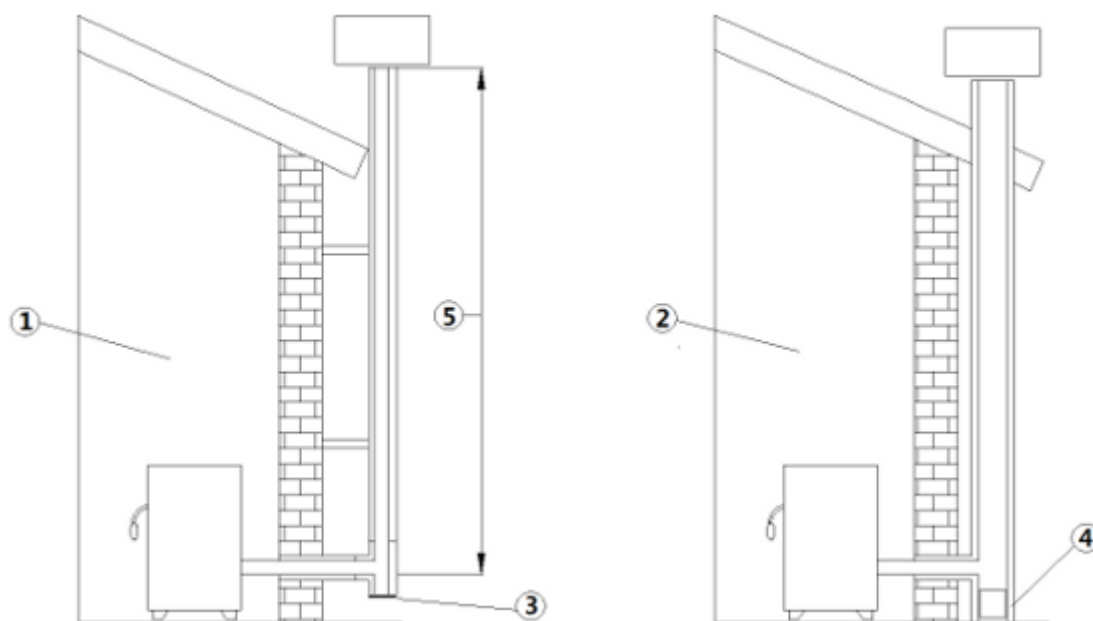

Fig. 1 - Rookkanalen
LEGENDA Fig. 1 op pag. 7
- Het rookkanaal moet enkelvoudig zijn (zie **Fig. 1 op pag. 7** met geïsoleerde inox-buizen (1) of op een bestaand rookkanaal (2)).
- Beide oplossingen moeten een inspectiedop (3) en/of een inspectieluikje (4) bezitten.